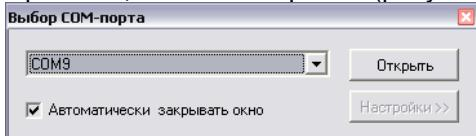

Рисунок 1
- в появившемся окне выбрать COM-порт компьютера, к которому подключено устройство, нажать "Открыть" (рисунок 1);